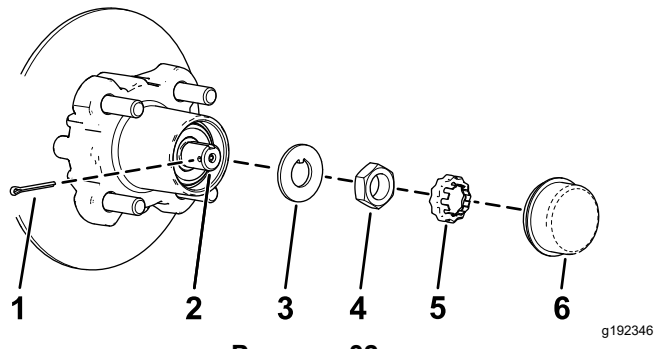
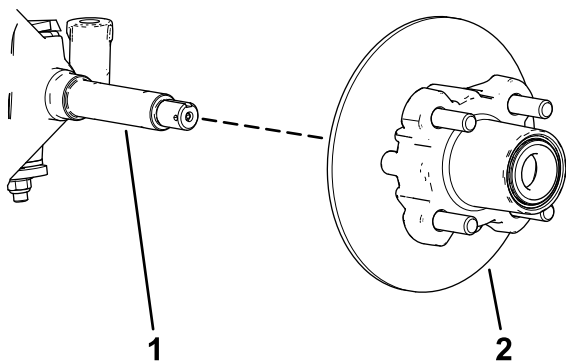

Рисунок 32
Рисунок 33
4. Снимите пылезащитную крышку со ступицы (Рисунок 32).
5. Снимите шплинт и держатель гайки с оси и гайки оси (Рисунок 32).
6. Снимите гайку оси с оси и отделите ступицу и тормозной диск в сборе от оси (Рисунок 32 и Рисунок 33).